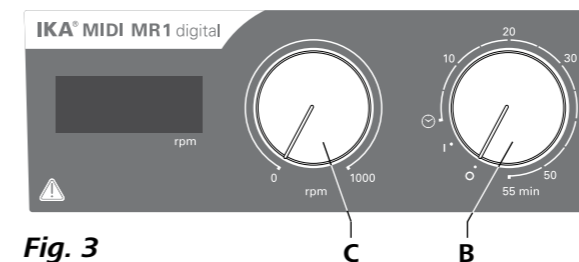

Fig. 3
- ☞ Για να ενεργοποιήσετε τη συσκευή, περιστρέψτε το διακόπτη ενεργοποίησης/απενεργοποίησης και το χρονοδιακόπτη (B, βλέπε Fig. 3) δεξιόστροφα στη θέση «1».
- ☞ Για να απενεργοποιήσετε τη συσκευή, περιστρέψτε το διακόπτη ενεργοποίησης/απενεργοποίησης και το χρονοδιακόπτη (B) δεξιόστροφα στη θέση «0».
- ☞ Ρυθμίστε τον αριθμό στροφών κινητήρα με το ρυθμιστή αριθμού στροφών (C, βλέπε Fig. 3). Ο αριθμός στροφών του κινητήρα μπορεί να ρυθμιστεί από 0 έως 1000 rpm για τη συσκευή MIDI MR 1 digital και από 0 έως 600 rpm για τη συσκευή MAXI MR1 digital.